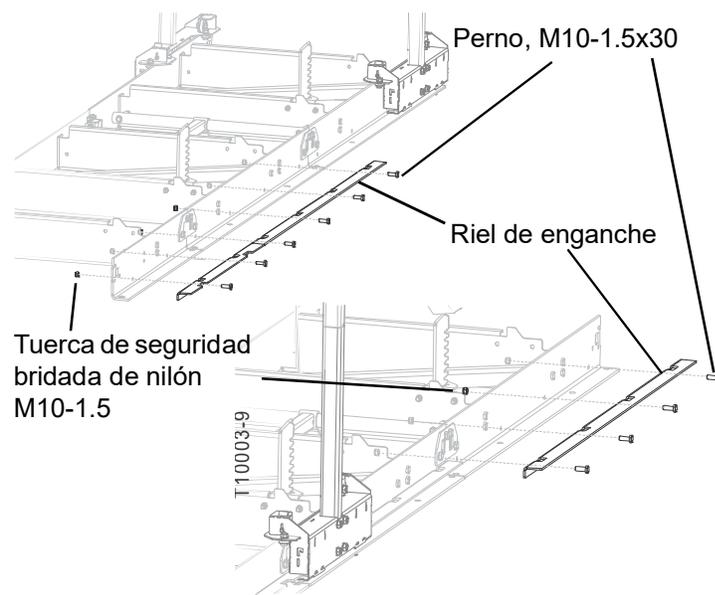

FIG. 3-13
8. Con el cabezal de corte situado en la parte delantera de la bancada (cualquiera de los extremos puede considerarse la parte delantera), fije dos segmentos inferiores del riel de enganche. (Vea FIG. 3-13 )
9. Mueva el carruaje hacia la parte final de la bancada y monte el último segmento del riel de enganche con los pernos M10-1,5x30. (Vea FIG. 3-13 )